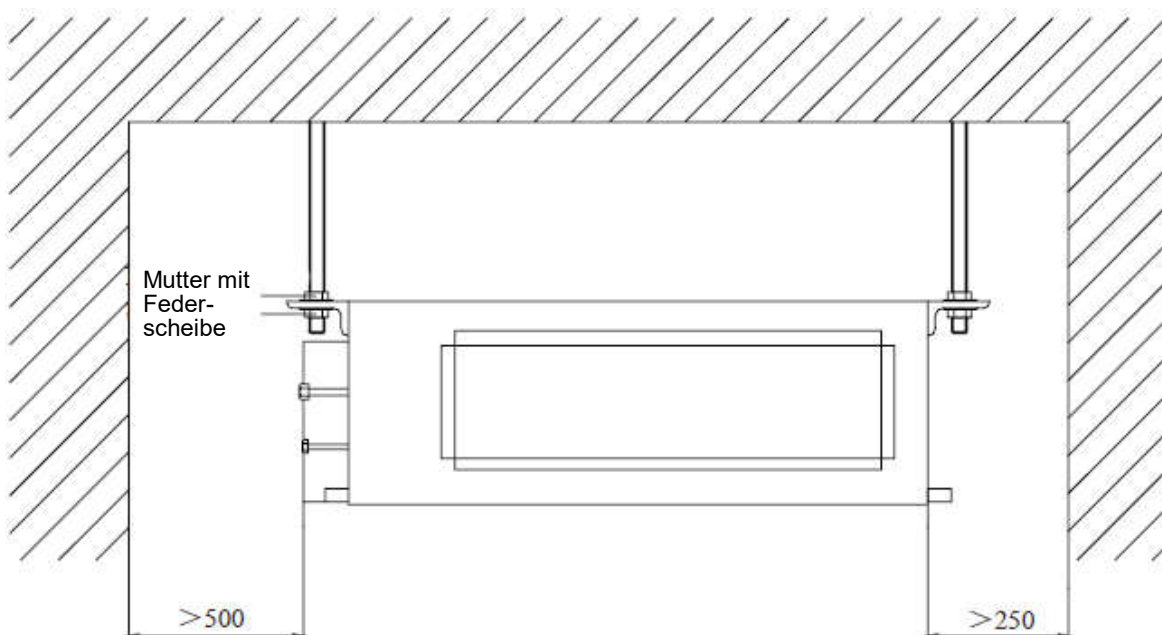

Abb. 2
- Vergewissern Sie sich anhand Abb. 2, dass ausreichend Platz rings um das Gerät für Wartungsarbeiten vorhanden ist.